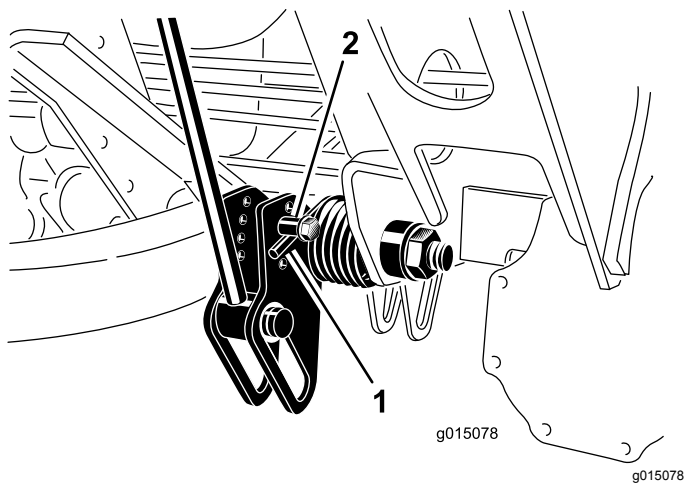

Рисунок 58
2. Наденьте на длинный конец пружины трубу или аналогичный предмет, чтобы снять натяжение пружины во время регулировки (Рисунок 58).
3. Ослабляя натяжение пружины, отверните болт и контргайку крепления пружинного привода к кронштейну (Рисунок 58).